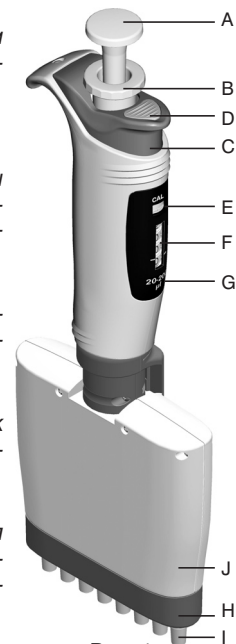
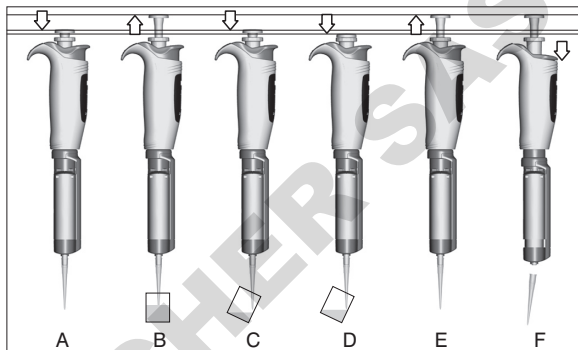

Рис. 1
Рис. 4
- Пипетка оснащена переключателем режима работы счетчика - калибрационным золотником (рис. 1Е). Золотник должен переключаться исключительно на время калибровки пипетки (верхнее положение с обозначением CAL).
- Кнопку пипетирования (рис. 1А), необходимо нажать до первого сопротивления (рис. 4А),
- Для набора жидкости, необходимо медленным, плавным движением отпустить кнопку пипетирования (рис. 4В),
- Затем медленным, плавным движением необходимо нажать кнопку до первого сопротивления, вызывая выпускание жидкости (рис. 4С).